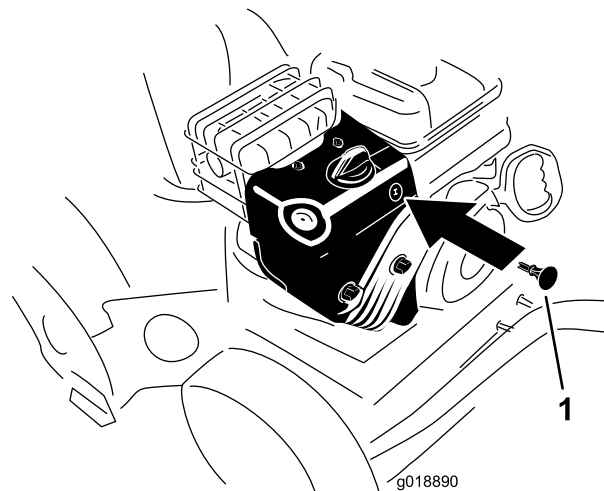

Figura 21
3. Inserite la chiave di accensione (Figura 21).